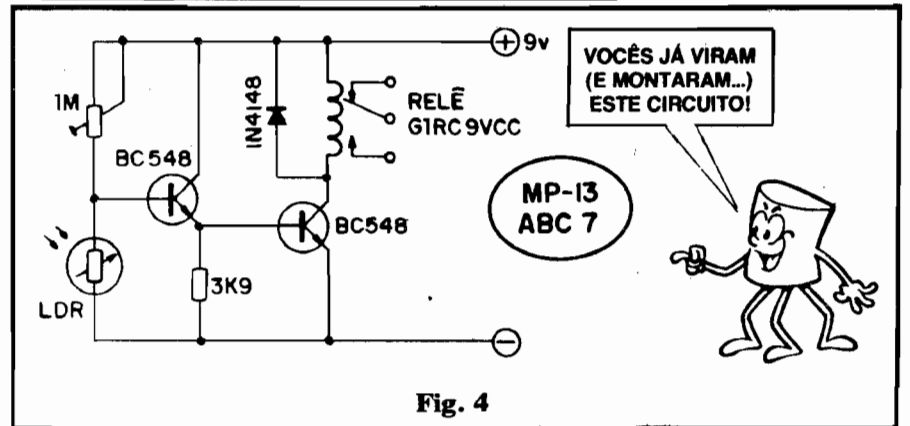
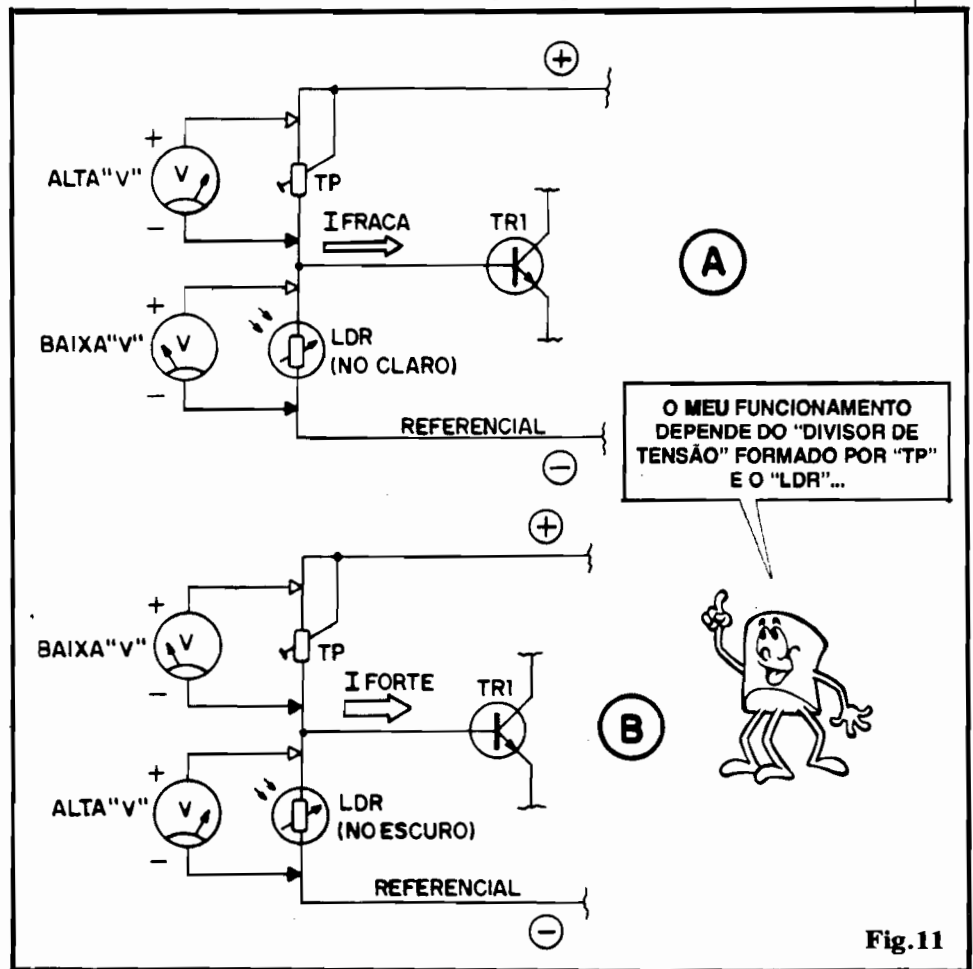

Fig. 4
Fig.11
- FIG. 4 - UM CIRCUITO/EXEMPLO - Para usarmos como base uma configuração já vista pelo Leitor/"Aluno", vamos recorrer ao esquema da BARREIRA ÓTICA DE SEGURANÇA, originalmente mostrado na Seção de Prática da "Aula" nº 7. Trata-se de um circuito simples, porém funcional, em cujo arranjo final um feixe luminoso é focalizado sobre o LDR... Enquanto tal situação permanecer, o relé final fica desenergizado. No instante, porém, que um passante "romper" a barreira representada pelo feixe luminoso, o momentâneo obscurecimento do LDR será "sentido" pelo circuito, que energizará imediatamente (e momentaneamente...) o relé, através de cujos contatos podemos comandar cargas "pesadas" (luzes de aviso, campainhas, alarmes, etc.).
- FIG. 11 - VERIFICANDO UM CIRCUITO, QUANTO ÀS TENSÕES - Assim como fizemos no circuito/exemplo da fig. 4, quanto às Correntes, podemos
também analisá-lo (e a qualquer outro arranjo...) quanto às Tensões, tirando das medições assim realizadas, **importantes** conclusões! Vejamos o bloco inicial do tal circuito, formado basicamente pelo **trim-pot** TP, o LDR e o primeiro transistor (TR1)... Para um dado e fixo ajuste no **trim-pot**, se o LDR estiver recebendo **muita luz** (apresentando, como vimos em "Aula" anterior, um valor resistivo **BAIXO**...), mediremos entre os terminais do dito LDR uma Tensão V "baixa", e entre os terminais de TP uma Tensão V "alta"... "Sobrará", então, sobre o LDR, um "degrau" de Tensão muito baixo, promovendo uma Corrente de **base** também fraca para TR1! Essa condição é vista em diagrama 11-A. Já em 11-B temos uma condição diversa: agora, com o LDR "no escuro", sua Resistência se eleva, com o que um **VOLTÍMETRO** "veria" uma Tensão "alta" entre os terminais desse componente, e uma Tensão "baixa" entre os terminais de TP. Com isso fica disponível para a **base** de TR1 uma diferença de potencial elevada, capaz de promover uma Corrente de **base** também "forte"! Analisem tais circunstâncias em conjunto com o "esquema" geral da fig. 4 e tirem suas conclusões...
Observando, analisando e tirando suas conclusões dos temas mostrados nas figs. 11 e 12, mais a organização do circuito (fig. 4), o Leitor/"Aluno" entenderá cada vez mais sobre o próprio funcionamento do dito circuito e também compreenderá a importância das avaliações das Tensões na análise de